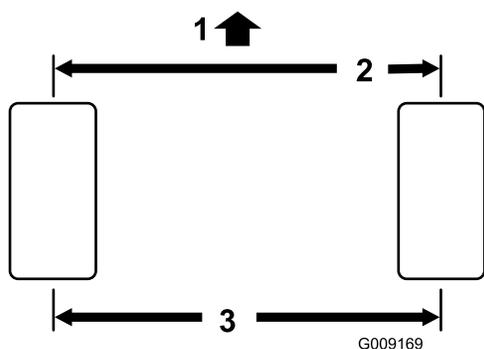

Figura 54
2. Meça a distância de centro a centro (à altura do eixo) na zona dianteira e traseira dos pneus da direcção (Figura 54). A medição terá de ser entre 0 ± 3 mm na frente do pneu em relação à medição da traseira do pneu. Rode o pneu 90 graus e volte a medir.